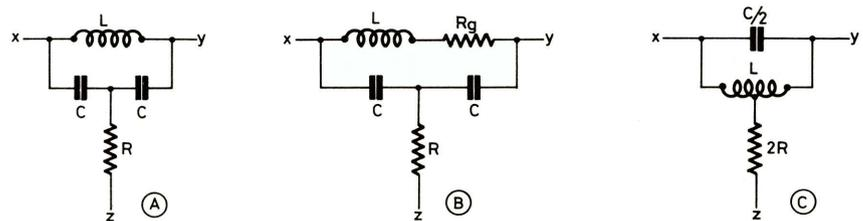

Figure 1
Plusieurs formes de filtres à T ponté RCL sont connues ; parmi celles-ci, nous en donnons trois à la figure 1.
Le pont est constituée par une capacité désignée par C/2. Grâce aux désignations R, C, 2R et C/2, les mêmes formules ou abaqués serviront pour la détermination des filtres (A) et (C) de la figure 1.
La résistance série de la bobine, existe aussi dans la forme (C) du filtre (figure 1). Pour la symétrie elle pourrait être indiquée en deux moitiés $R_s/2$ chacune disposée entre un point x ou y et la bobine L. Cette disposition est recommandée si l'on monte des résistances matérielles amortisseuses.
Des extensions de ces échelles sont possibles pour descendre à des fréquences plus basses ou monter à des fréquences plus élevées. A remarqué que dans le cas du filtre de la figure 1 (A) avec la résistance série
R_s de la figure 1 (B), on déterminera directement les valeurs de R et C. Dans le cas du filtre de la figure 1 (C), on déterminera R et C à l'aide de l'abaque et on montera dans la réalisation matérielle, une capacité égale à C/2 et une résistance égale à 2R.